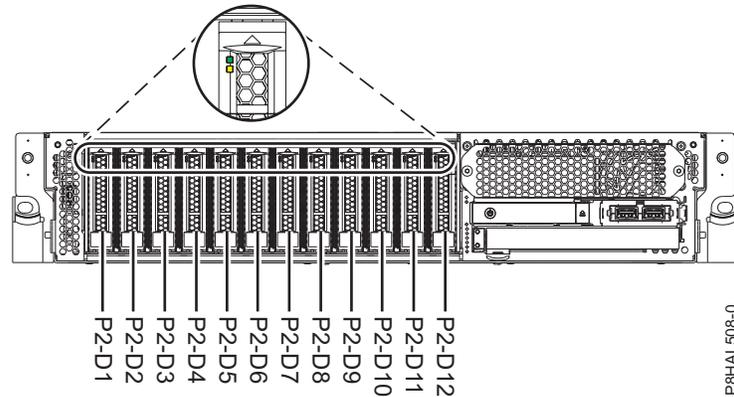
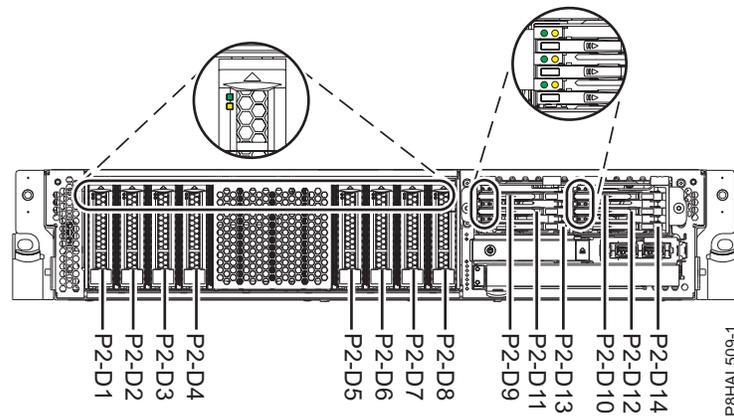

Figure 10. Emplacements des unités de disque et des voyants d'activité d'un système à fonction de base
Figure 11. Emplacements des unités de disque, des unités SSD et des voyants d'activité d'un système à fonction étendue
2. Déterminez l'emplacement dans lequel vous souhaitez installer une unité de disque ou une unité SSD. Les emplacements de l'unité de disque et de l'unité SSD sont situés à l'avant d'un système. Des emplacements SSD supplémentaires sont également disponibles dans un système à fonction étendue. La figure 10, à la page 15 et la figure 11, à la page 15 illustrent les emplacements des unités de disque, des unités SSD et des voyants d'activité. Les voyants d'activité sont situés au-dessus de la poignée de verrouillage des unités de disque.